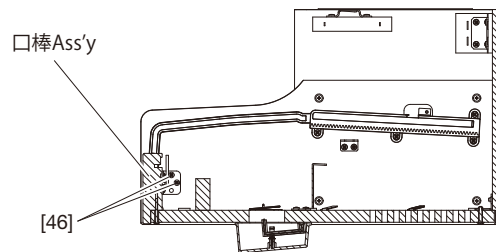
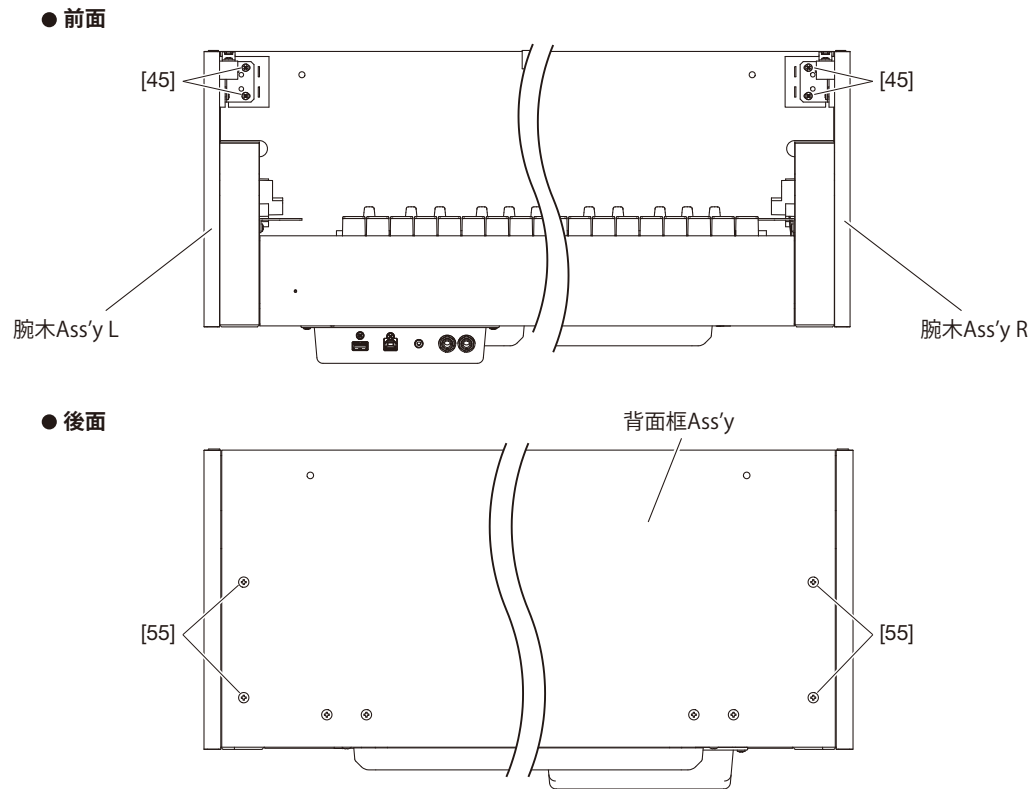

図 15
図 16
6. [46]のネジ左右 2 本ずつ外します。(図 15)
7. [40A]のネジ 9 本外して、口棒 Ass'y を外します。(図 15)
2. [41]のネジ 4 本と[45]のネジ 4 本、[55]のネジ 4 本外して、背面框 Ass'y を外します。(図 15、図 16)
8. [46]のネジ 2 本と[45]のネジ 2 本、[55]のネジ 2 本外します。(図 15、図 16)